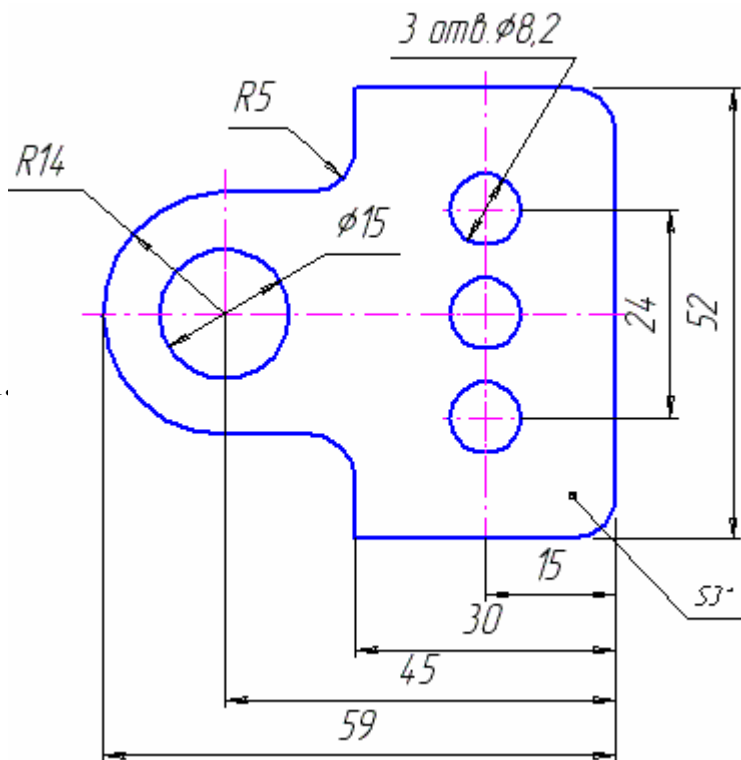

Рис.5.1.
*Упражнение №1 : Построение детали подвески по заданным размерам с использованием сопряжений (см. рис.5.1).*